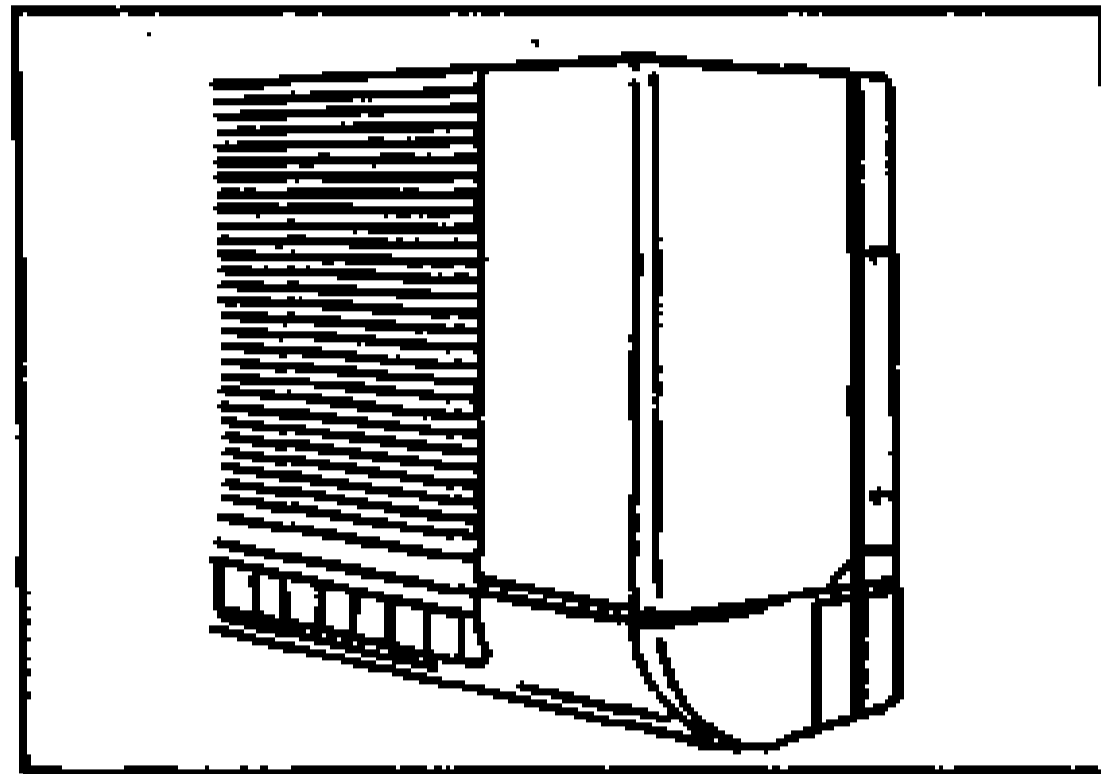

图 7-2-12
(9) 将右板和左板装回到原来的位置，如图 7-2-12 所示。
(10) 安装到此完成。